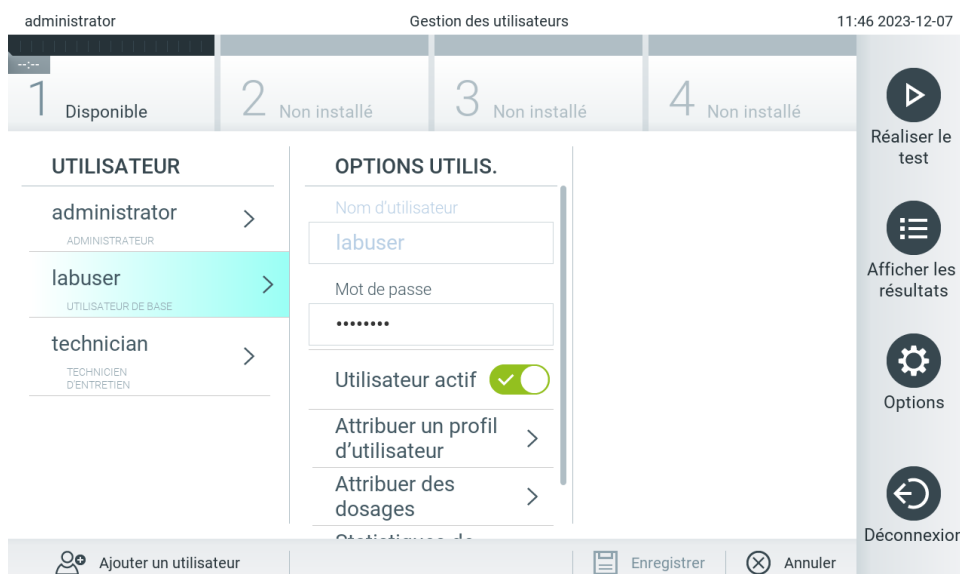

Figure 51. Sélection et gestion des utilisateurs.
2. Sélectionnez l'utilisateur à gérer dans la liste de la colonne de gauche de la zone de contenu (figure 51).